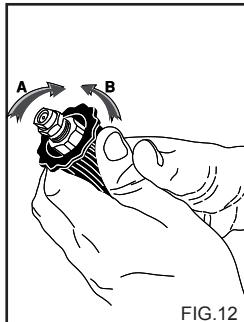

FIG.12
UTILISATION DU BOUTON DE REGLAGE (fig. 12)
**2) Actionner le nettoyeur haute pression, ouvrir le robinet du détergent (s'il est présent), activer la commande d'aspiration du détergent présente sur la lance (fig. 12) et répandre la solution sur la surface à laver en procédant de bas en haut.